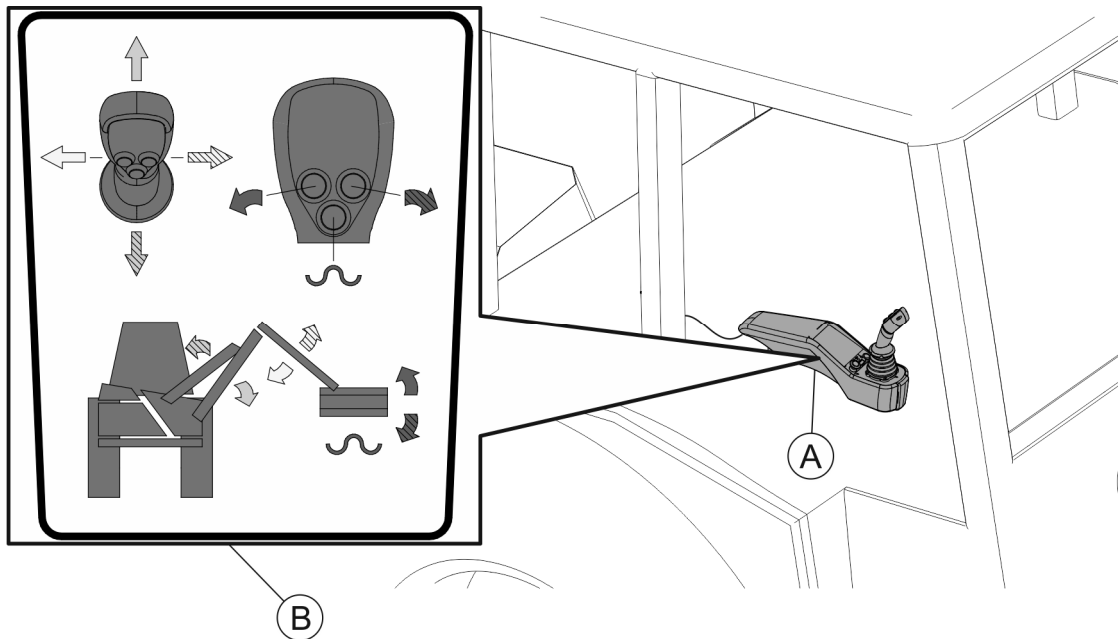

ABBILDUNG 4.4 Steuerpult mit Joystick des Auslegers WWT420 / WWT484C innerhalb der Fahrerkabine am Trägerfahrzeug (Schlepper) mit Piktogramm.
- Installieren Sie die Steuerung mit Joystick (A) (ABBILDUNG 4.4) des Multifunktionsauslegers WWT424C / WWT484C in der Kabine des Trägerfahrzeugs (Schleppers) in einer Position, die ein freies Bewegen der Steuerhebel vom Fahrersitz aus am Trägerfahrzeug (Schlepper) ermöglicht. Die Steuerung soll stabil so installiert sein, dass sie die geschützte Bauweise des Trägerfahrzeugs (Schleppers) nicht beeinträchtigt. Verbinden Sie den Stecker des elektrischen Kabelbaums des Steuerpultes (A) (ABB. 4.4) mit der Anschlussbuchse des elektrohydraulischen Systems des Multifunktionsauslegers.
Die Steuerung der Arme des Multifunktionsauslegers und des Arbeitskopfes erfolgt über das Steuerpult mit Joystick innerhalb des Trägerfahrzeugs (Schleppers) (ABB. 4.4).